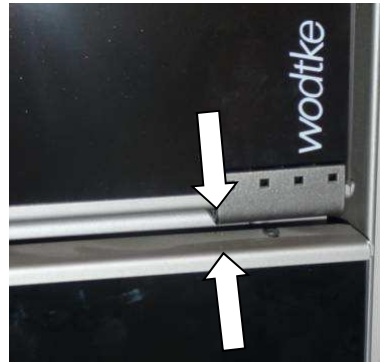

Abbildung 26: Prüfen Oberkante Holzlagerfach
- 4.** Nach dem Einstellen der Stellfüße muss überprüft werden, ob sich das Holzlagerfach korrekt einschieben lässt. Die Oberkante des Faches sollte nicht am Griff streifen (Abbildung 26).